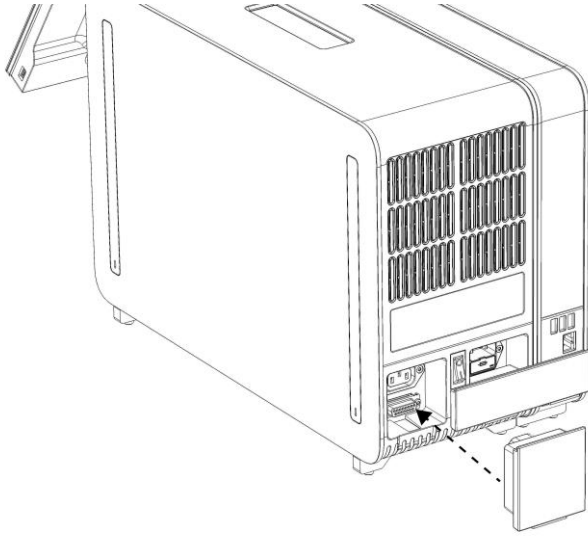

Figura 9. Collegamento del ponte copriterminali.
6. Collegare il ponte copriterminali sul retro del modulo analitico (Figura 9, pagina successiva).